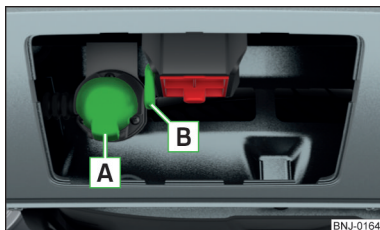

Bild 162
- Sätt i stickkontakten på släpvnagskabeln i det 13-poliga uttaget A » bild 162.